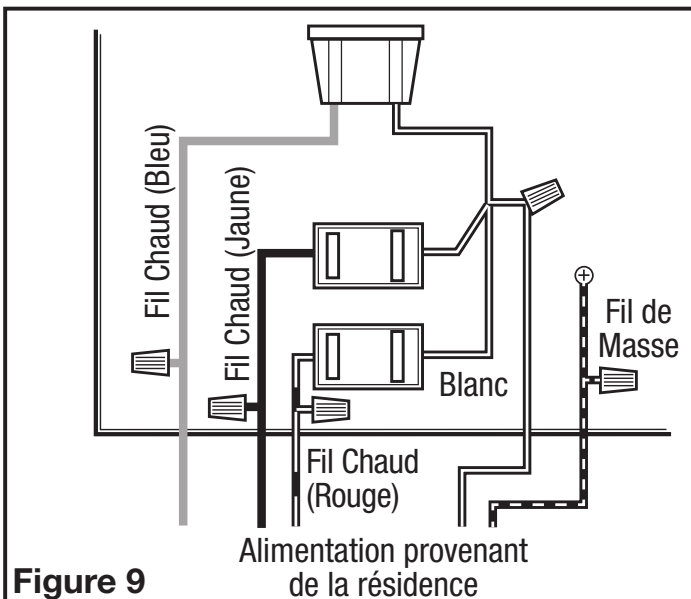

Figure 9
2. Connecter le fil blanc de la résidence aux trois fils blanc du ventilateur. Connecter un fil vivant (noir) de l'interrupteur mural au fil jaune du ventilateur (celui-ci pour le contrôle du ventilateur). Connecter le second fil vivant (rouge) de l'interrupteur mural au fil rouge du ventilateur (contrôle du chauffage). Connecter le troisième fil vivant (bleu) de l'interrupteur mural au fil bleu du ventilateur (contrôle de la lumière). Connecter le fil de mise à la terre de la résidence au fil vert du ventilateur (**Figure 9**). Utiliser des méthodes approuvées pour toutes les connexions.